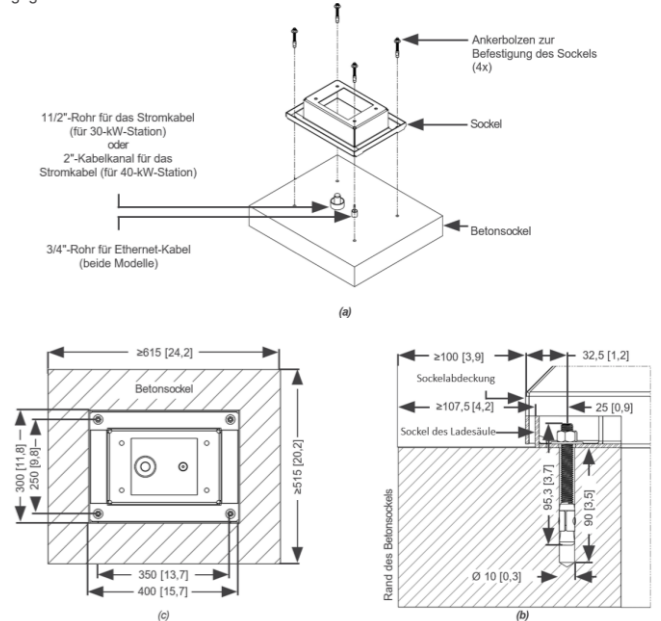

Abbildung 4.6: (a), (b) und (c) Abmessungen des Ladesäule-Montagesockels – mm [Zoll]
Der Sockel des Ladesäule muss mit vier (04) im Lieferumfang enthaltenen 3/8"-Ankerbolzen am Betonfundament verankert werden, die gemäß den in Abbildung 4.6 angegebenen Abständen gebohrt oder eingegossen werden.